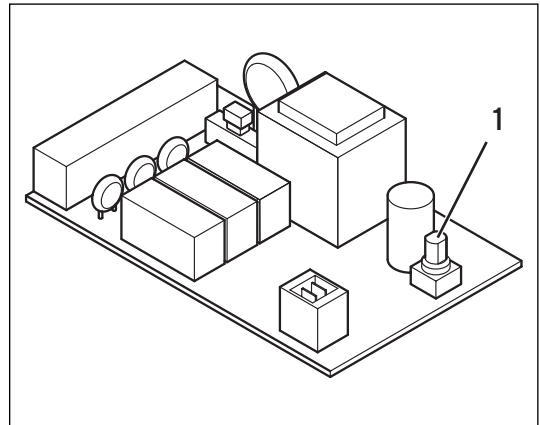

Fig. 4.3 Setarea adresei busului
- Setati selectorul de adrese (1) (vezi fig. 4.3) al modului de cuplare conectat pe adresa de bus a dumneavoastră. Adresa busului se orientează după poziția aparatului din montajul în cascadă.